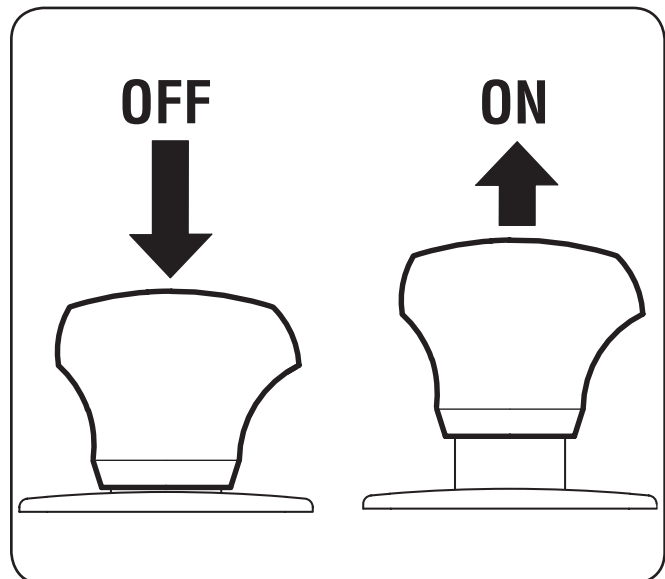

Figura 5-4
- Tire de la perilla de la PTO/enganche de cuchilla hacia afuera hasta la posición ON (conectada). Consulte la Figura 5-4.